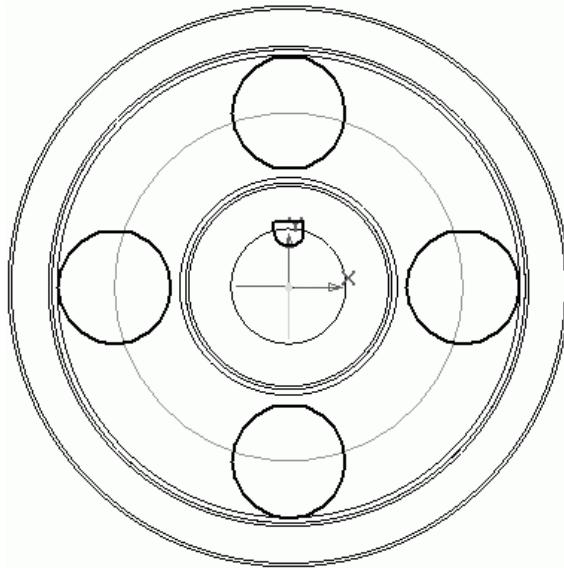

Рис. 3.55. Эскиз для вырезания отверстий в дисках и шпоночного паза в ступице
4. Теперь приступим к созданию отверстий в диске колеса и шпоночного паза в ступице. Выделите в дереве построения плоскость ZY и запустите процесс построения эскиза. В этом эскизе разместите четыре отверстия диаметром 83,7 мм. Центры отверстий должны лежать на окружности диаметром 258 мм (см. рис. 2.143). Профиль выреза шпоночного паза можно просто скопировать с деталировочного чертежа зубчатого колеса и немного дорисовать (рис. 3.55).